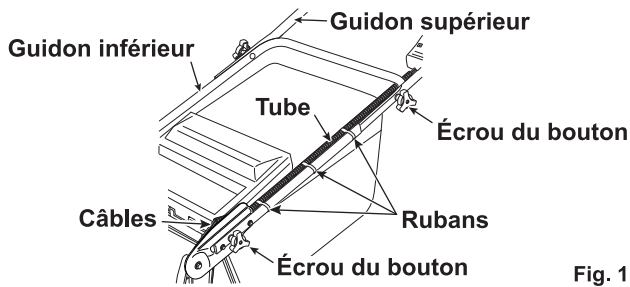

Fig. 1
1. Installez le guidon inférieur sur la machine (avec deux écrous du boutons). (Voir Figs. 1 et 2)